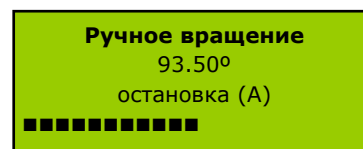

Рисунок 24.
- **Режим ручного вращения без предварительного обозначения угла. Чтобы войти в этот режим, нажмите на педаль прямо из главного меню. Станок начнет движение, а на экране появиться изображение. Рис. 24**